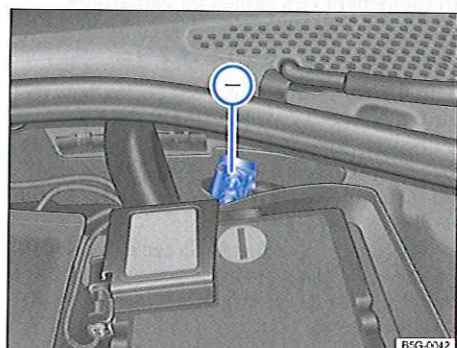

Fig. 278 Dans le compartiment moteur : prise de démarrage de fortune (raccord à la masse) ⊖
La prise de démarrage de fortune (raccord à la masse) destinée à raccorder le câble de démarrage de fortune *noir* se trouve dans le compartiment moteur ⇒ fig. 278 ⊖.
- Raccordez une extrémité du câble de démarrage de fortune **rouge** à la borne positive $\Rightarrow$ **fig. 279** + ou $\Rightarrow$ **fig. 278** + du véhicule dont la batterie est déchargée ① $\Rightarrow$.
- Raccordez l'autre extrémité du câble de démarrage de fortune **rouge** à la borne positive + de la batterie fournissant le courant ②.